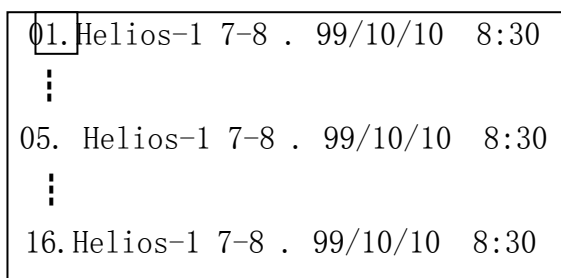

图 11
2、按“处理”键。选择“波形查阅”后，按“确认”键进入查阅菜单则显示屏出现如图 11 所示画面，可用“↑”、“↓”键改变闪烁光标的位置即要查阅波形的位置，再按“确认”键则显示屏显示出要查阅的波形。按打印机上按键两秒钟走纸一段时间按键停止，再按“打印”键即可打印出所查阅的波形。